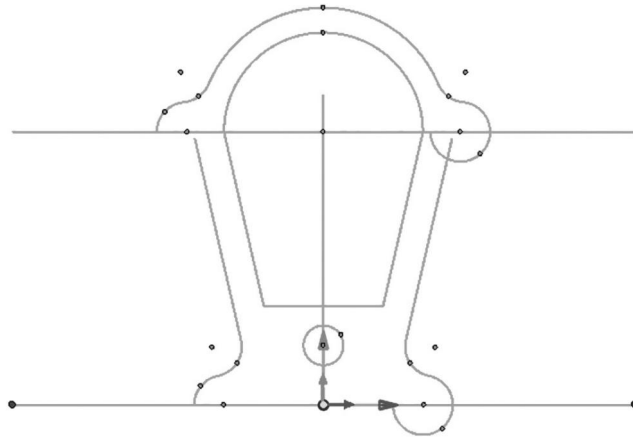

图 1-2-15 圆弧过渡
(13) 单击“过渡/倒角”→“当前命令：圆弧过渡”按钮，设置圆弧半径为 12，选择步骤(11)的直线和半径 12 的圆，结果如图 1-2-15 所示。